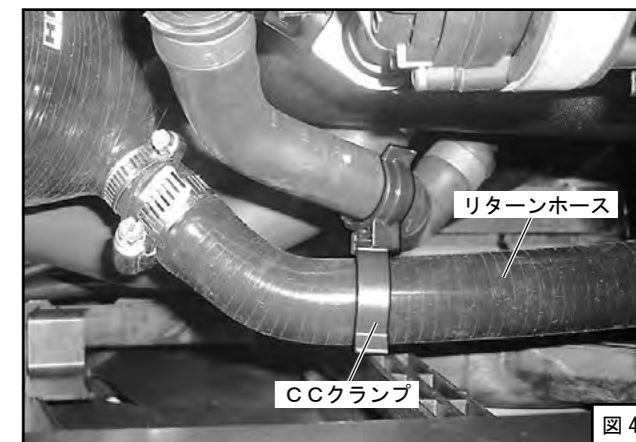

図4
(4) リターンホースをCCクランプで固定してください。(図4)